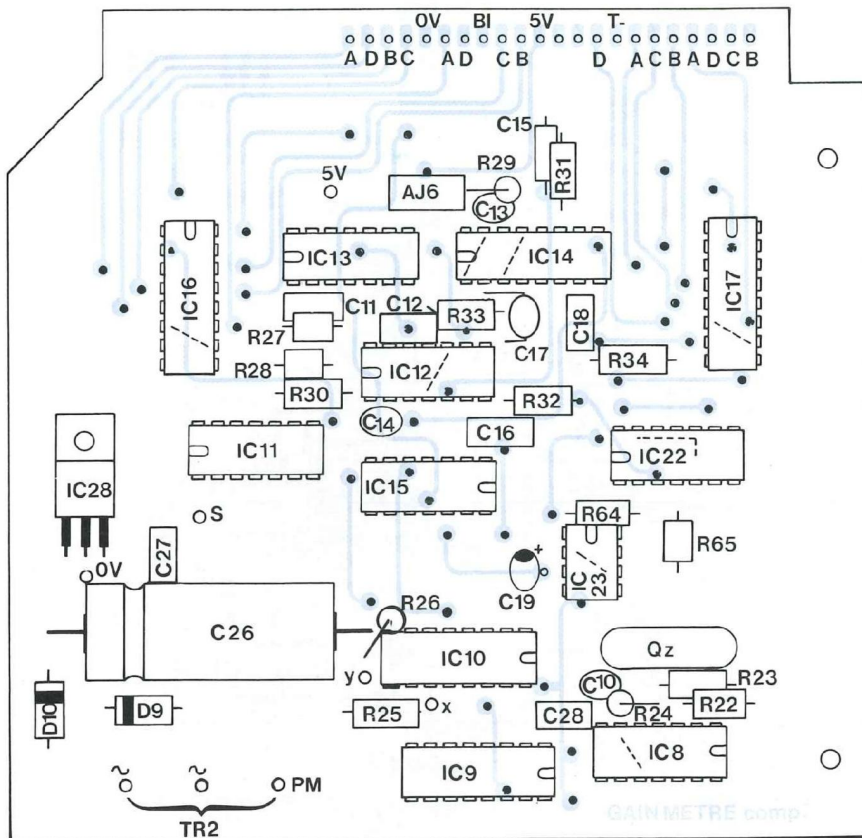

Fig. 15
• Indication précisant une traversée à effectuer entre les deux faces du circuit imprimé, au moyen d'une queue de résistance par exemple. On commencera le câblage des deux cartes double face par ces traversées. Ces deux cartes fig. 15 et 18 s'interconnectent entre elles au niveau des rangées de 22 pastilles qui se trouvent face à face. On utilise pour cela du câble en nappe ou des connecteurs au pas de 2,54 mm.